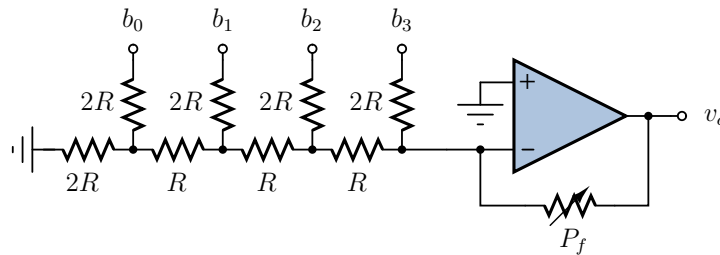

Figura 3: DAC R2R de 4 bits con ganancia
4. En la figura 3 se agregó un amplificador inversor a la salida del arreglo. El potenciómetro P_f define la amplitud de la señal v_o .